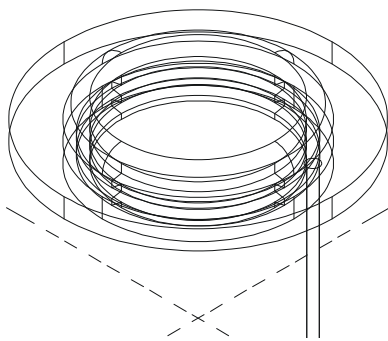

图 9-3-10
STEP 01 把视图转到东北等轴测视图，用圆柱命令绘制一直径为 6.5，高为 100 的圆柱体，效果如图 9-3-10 所示。具体操作如下：